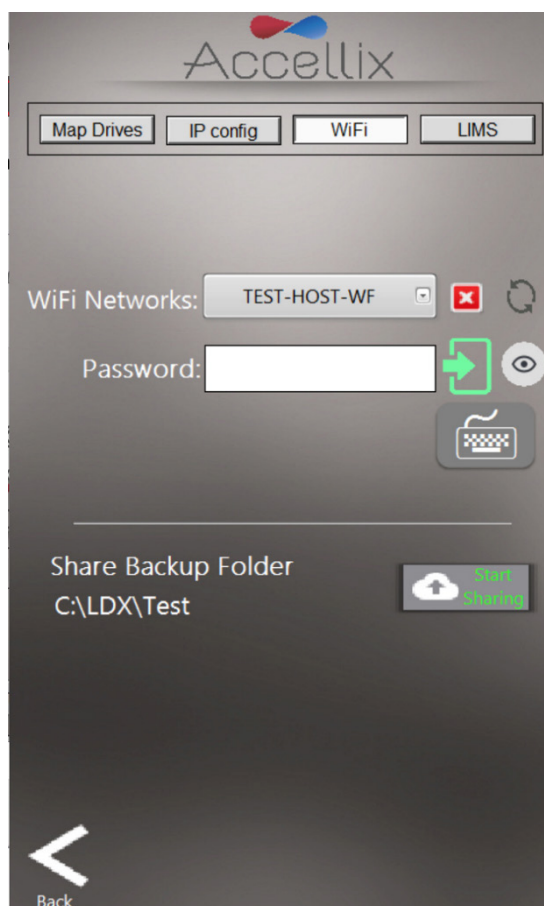

图26：网络屏幕：Wi-Fi 选项卡
3. Wi-Fi 选项卡 (图 26) 用于将设备连接到 Wi-Fi 网络。如要连接：
如果备份位置已设置为 C 盘上的文件夹（参见章节 9.4.9.2，图 30），则会显示图 26 的下半部分中显示的选项。在此可以通过点击 **Start Sharing**（开始共享）按钮，将 C 盘上的备份位置与网络共享。共享文件夹后，将出现 **Stop Sharing**（停止共享）按钮，按下该按钮后将停止共享该位置。